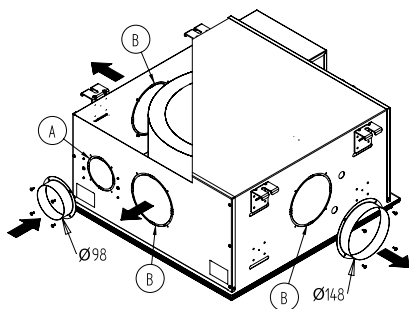

Fig.25a - ESTUCS600, ESTUCS/M 600
Varmeblæsere ESTUCS600 og ESTUCS900 er udstyret med tre spænder til luftudtag i et tilstødende rum med en diameter på 150 mm (se pkt. B) og et spænde til udvendigt luftindtag med en diameter på 100 mm (ikke i modeller ESTUCS/H 600 og ESTUCS/HM 600). Se pkt. A, Fig. 25a og 25b.
- 1 bøjle med en diameter på 98 mm til det udvendige luftindtag: Udeluften indføres fra dette hul og passerer i luftmellemrummet inden i sugekammeret (og strømmer derefter ud af udsugningsventilatoren, hvor den blandes perfekt med indeluften. Med dette særlige system undgår man en direkte kanalisering af udeluften til blæserens afgangsåbning. Man skal montere et filter opstrøms, og/eller der skal tages højde for et spjæld, hvis der er mulighed for lufttilførsel med en lav temperatur. Hvis der skal tilsluttes et udvendigt luftindtag skal man huske at åbne for passage på plasticrammen (Fig.25a, 25b pkt. A).